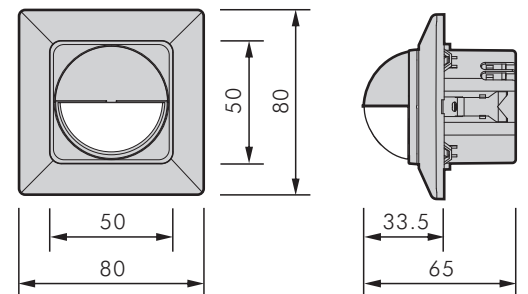

FIG. 1
2.2 Dimensión: 80 x 80 x 65 mm (Ver FIG. 1)